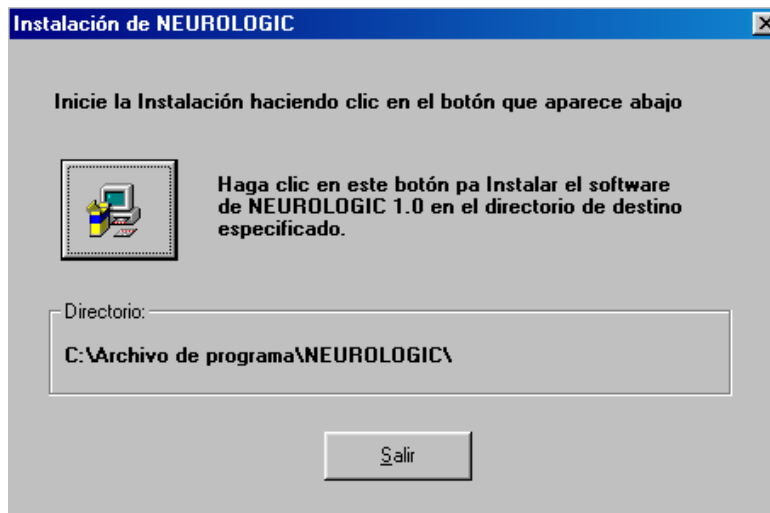

Figura 5. Ventana inicio de instalación.
Paso 5: para instalar el software FuzzyNeuralController haga clic en el botón que se encuentra resaltado. Como se especifica en la Figura 5.